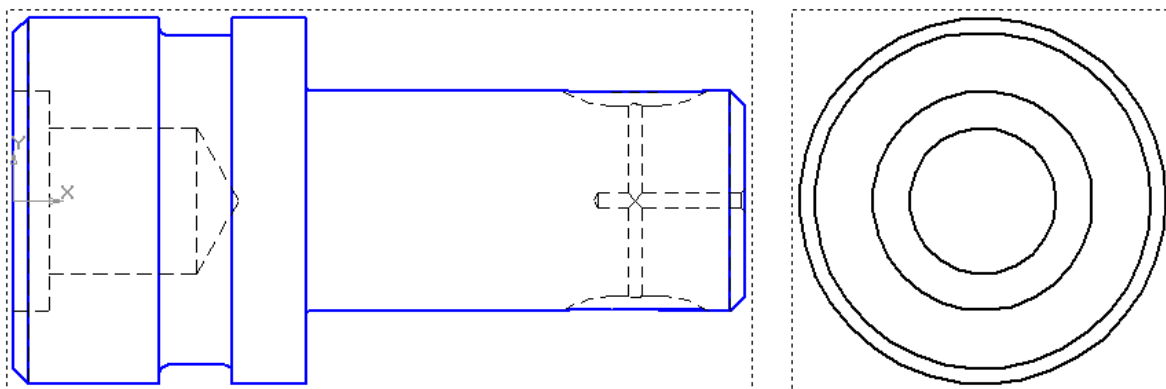

Рис. 104
- Создайте два вида, рис. 104. Выполните команду **Стандартные виды** . В строке параметров укажите: масштаб М2:1, в схеме отключите вид сверху. Подключите **Дерево построения (Вид – Дерево построения)**. Покажите внутреннюю конфигурацию детали линиями невидимого контура, для этого выделите в дереве построения вид спереди и из контекстного меню выберите **Параметры вида**. В этом режиме можно редактировать параметры вида. Выберите в строке параметров закладку **Линии** и нажмите кнопку **Невидимые линии показывать** .